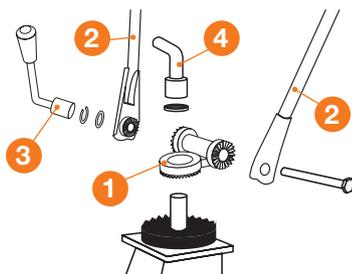

Рис. 4
- Закрепите ручки руля **2** на фиксирующей пластине **1** и затяните при помощи фиксатора **3** (Рис. 4).